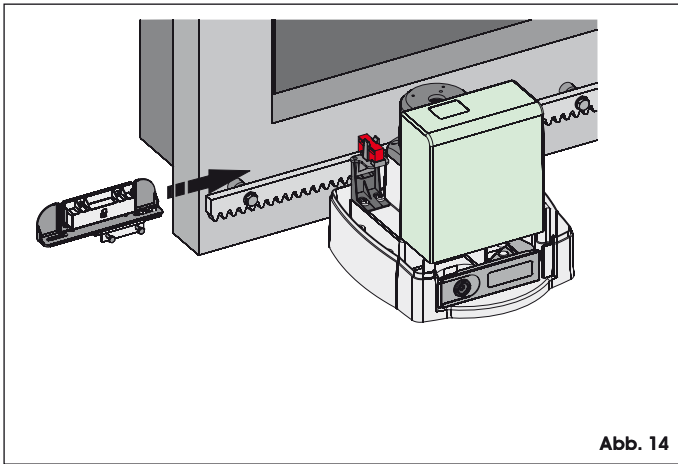

Abb. 14
4. Den Magneten mit offenem Schloss in Öffnungsrichtung auf der Zahnstange verschieben, siehe Abb. 14. Sobald sich die LED für den Endschalter beim Öffnen auf der Karte abschaltet, den Magneten weitere 10 mm vorschieben und provisorisch mit den entsprechenden Schrauben befestigen.